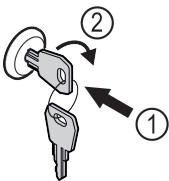

Fig. 132 Примерное изображение
- ▶ Вставьте ключ Fig. 132 (1).
- ▶ Поверните ключ на 90° по часовой стрелке Fig. 132 (2).